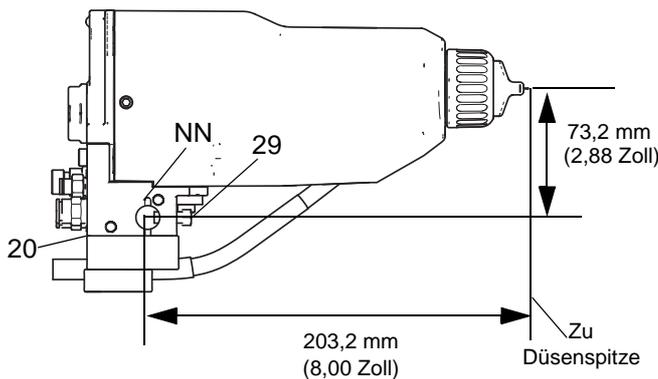

FIG. 4. Montage
1. Die zwei Stellschrauben (29) des Verteilers lösen und den Verteiler (20) auf eine 13 mm (1/2 Zoll) starke Montagestange schieben. Siehe hierzu FIGURE 4.
HINWEIS: Für eine zuverlässigere Halterung einen 3 mm (1/8 Zoll) starken Zentrierstift in den Schlitz (NN) in der Halterung und durch ein Loch in der Stange führen. Siehe hierzu die Detaildarstellung in FIGURE 4.